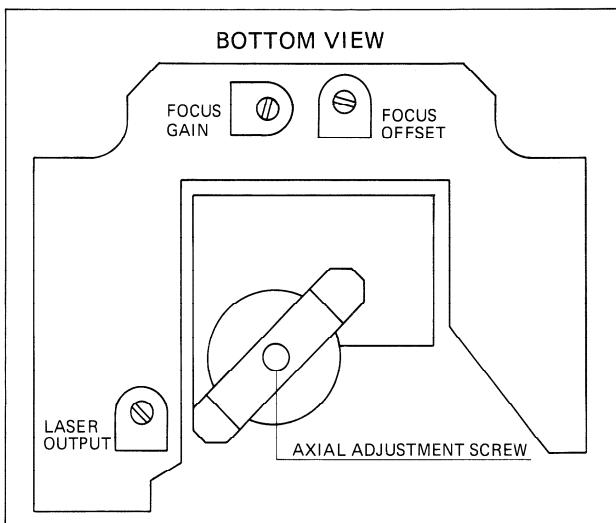

Fig. 4.16
- Mit Trimmreostat LASER OUTPUT (auf Laufwerk 1.769.100.36, Fig. 4.16) die Spannung an R63 auf **565mV ±75mV** einstellen.
- Adjust the voltage on R63 to **565mV ± 75mV** with the aid of trimmer potentiometer LASER OUTPUT (on player mechanism 1.769.100.36, Fig. 4.16).